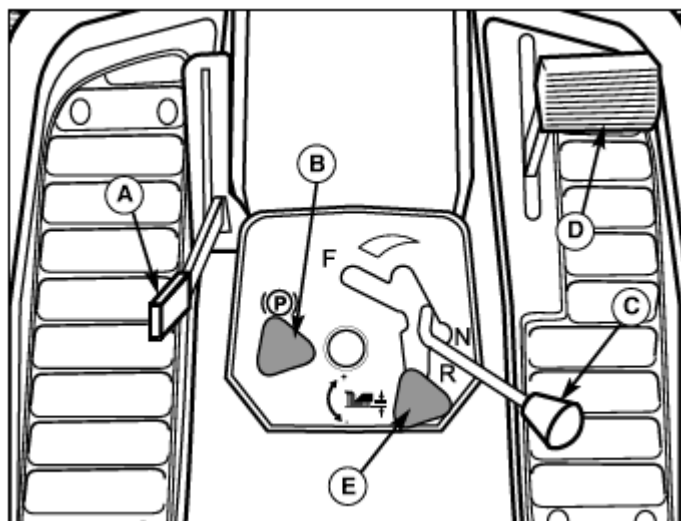

図3 操作板
1. 適切な位置にある座席に座ります。パーキングブレーキペダル(図3のD)を踏み込み、パーキングブレーキノブ(B)を使用してパーキングブレーキをかけます。